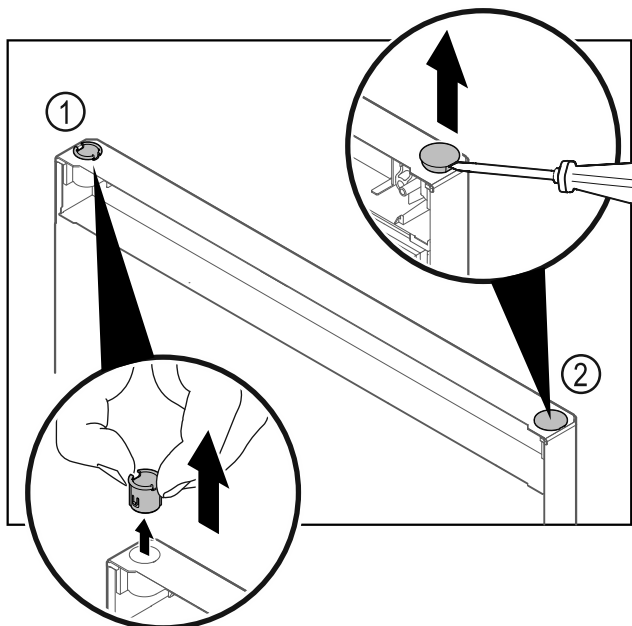

Fig. 15
- Húzza ki az ujjával a csuklópánt-perselyt Fig. 15 (1).
- A fedődugót Fig. 15 (2) egy csavarhúzóval óvatosan emelje meg és húzza ki.